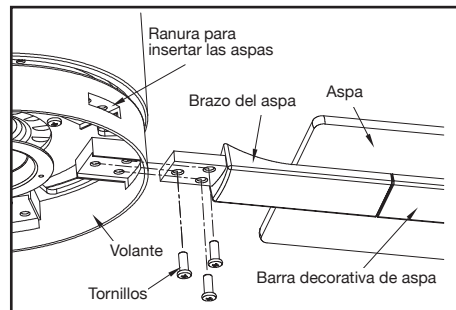

Figura 13
2. Inserta el ensamblaje del aspa en la abertura del centro del volante, alinea los tres orificios para tornillo del ensamblaje con sus correspondientes en el volante y asegura con los tornillos incluidos. Repite el procedimiento para ensamblar las aspas restantes. (Figura 13)